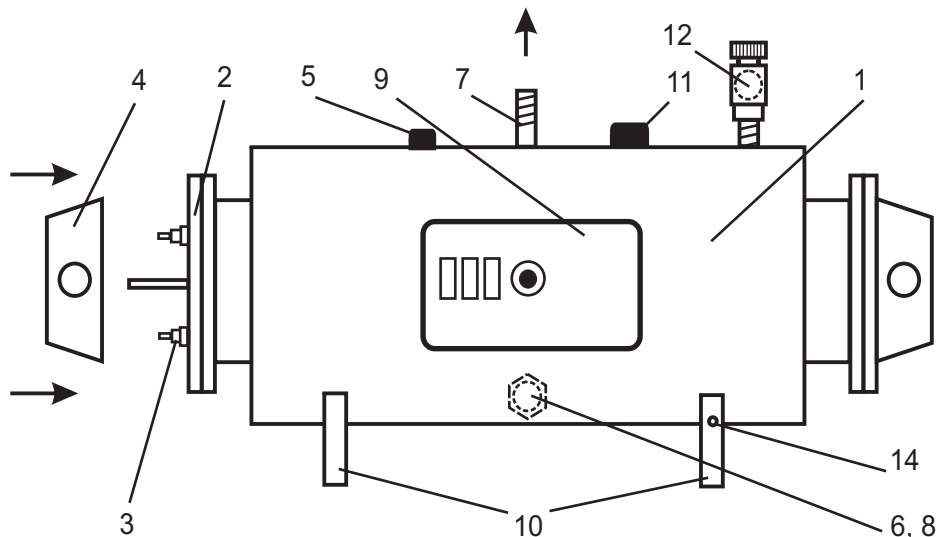

Рисунок 2.
Водонагреватели ЭПВН-30-2; -36; -42; -48; -54; -60 (рис.2) в основном отличаются тем, что у них количество секций с тремя ТЭНами (3) и количество защитных кожухов (4) увеличено до двух.